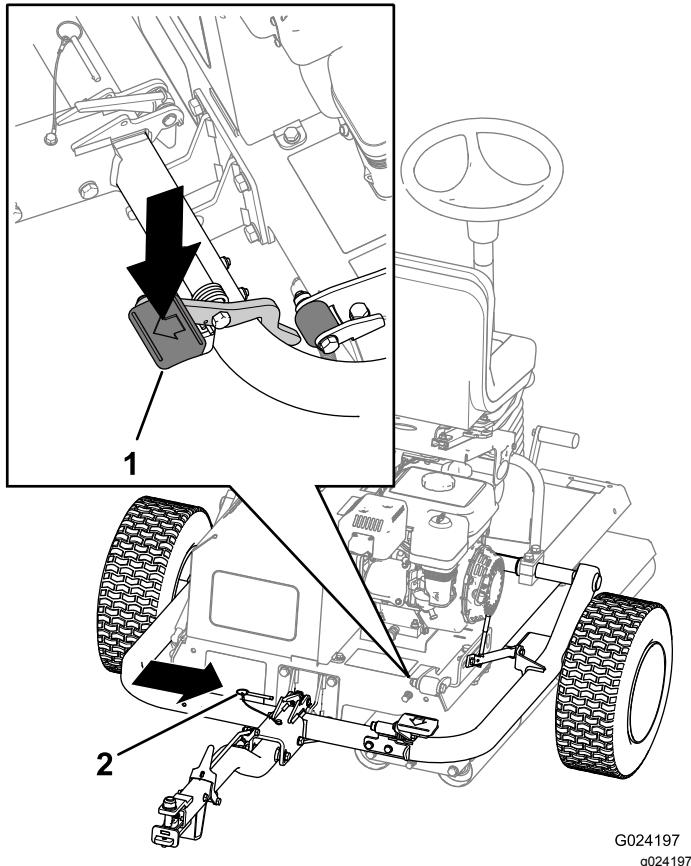

Рисунок 8
6. Нажимайте на педаль сцепки, пока сцепка не зафиксируется на месте (Рисунок 8).
| 7. Вставьте стопорный штифт (Рисунок 8). | |